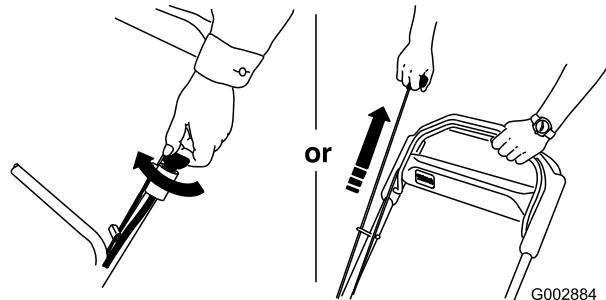

Figura 17
3. Arranque el motor usando la llave de contacto o el arrancador de retroceso (Figura 17).